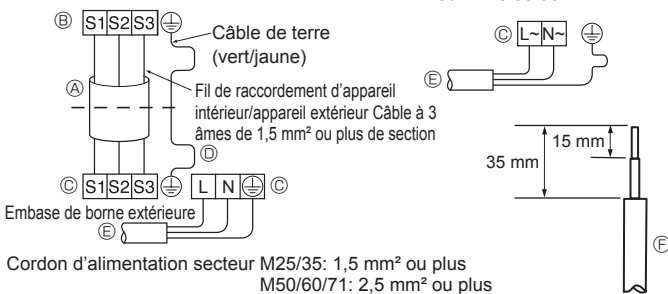
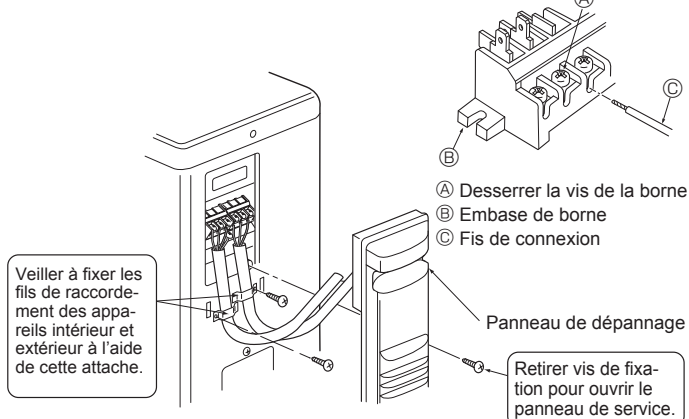
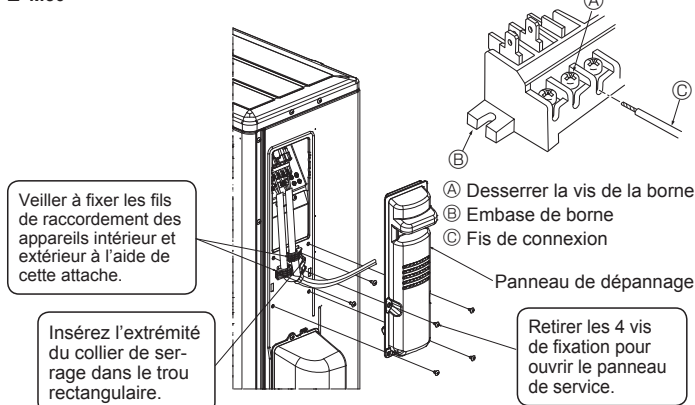
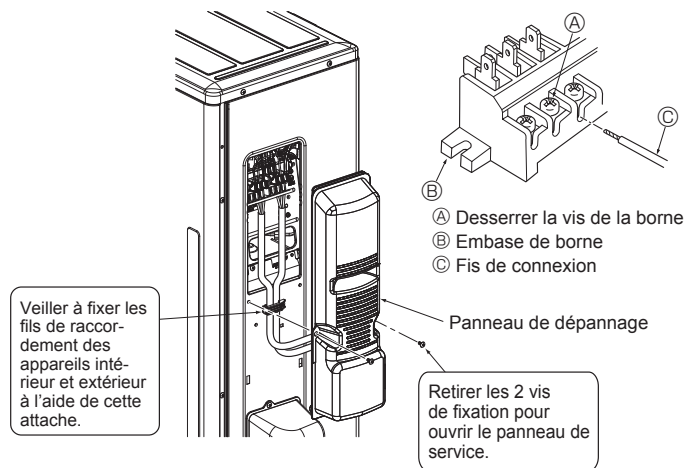

Fig. 6-2
Fig. 6-3
Fig. 6-4
Fig. 6-5
6.1. Appareil extérieur (Fig. 6-1, Fig. 6-2, Fig. 6-3, Fig. 6-4, Fig. 6-5)
- ① Déposez le panneau de service.
- ② Raccordez les câbles conformément aux Fig. 6-1, Fig. 6-2, Fig. 6-3, Fig. 6-4 et Fig. 6-5.
- Effectuez le câblage selon le diagramme en bas et à gauche. (Veuillez vous procurer le câble localement) (Fig. 6-2)
- (A) Câble de connexion
- (B) Embase de borne intérieure
- (C) Embase de borne extérieure
- (D) Posez toujours un câble de mise à la terre plus long que les autres câbles.
- (E) Cordon d'alimentation
- (F) Fils de connexion